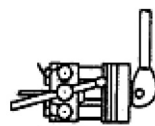

Fig. 3
- C. Dopo aver preparato il tubo secondo le indicazioni, inserire il dado di ritegno dell'impianto posizionandolo sul retro della matrice. Inserite il tubo nella matrice fino a portare la sua estremità in linea con la matrice. Assicurarsi che entrambe le matrici siano a contatto con i blocchi posteriori. Chiudete la staffa di ritegno delle matrici e serrate le matrici. controllate che tubo e matrici siano sempre in posizione. **(Fig. 3)**